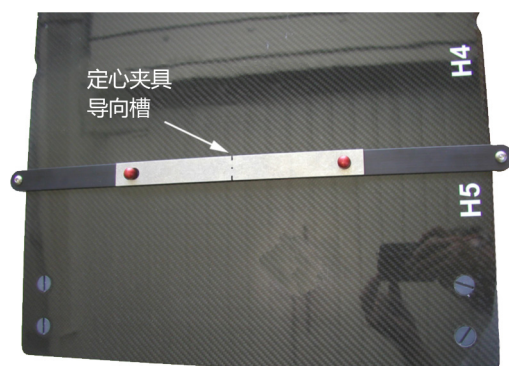

图 21
2. 使用 CT 激光对齐系统确定对齐光束射在定心夹具导向槽的位置 (图 21)。调整夹持偏心盘, 将 CT 覆盖罩定位到光束中心 (参见“调整头端对齐偏心盘”) 一节。
1. 确认床板能够毫无问题地在 'Z' 轴整个长度上移动。重复进行机械和手动移动 (图 21)。
3. 确认床板能够毫无问题地在 'Y' 轴整个高度上移动 (图 21)。